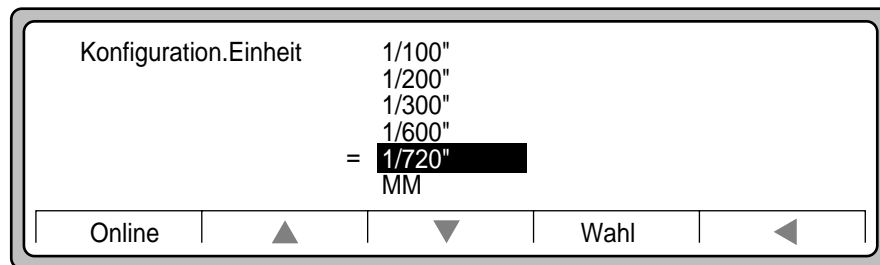

Abbildung 3-19 Auswahl der Einheitengröße
10. Drücken Sie ▲ oder ▼, um die gewünschte Einheitengröße auszuwählen (Abbildung 3-19).